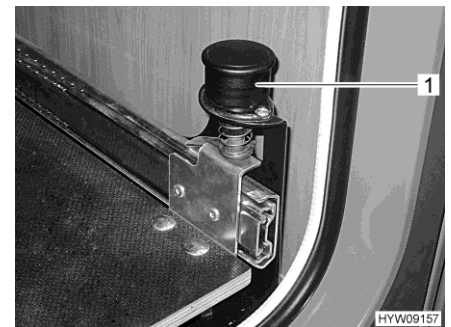

Bild 118 Knauf mit Arretierung
- Knauf (Bild 118,1) nach oben ziehen. Der Gaskastenauszug ist entriegelt.